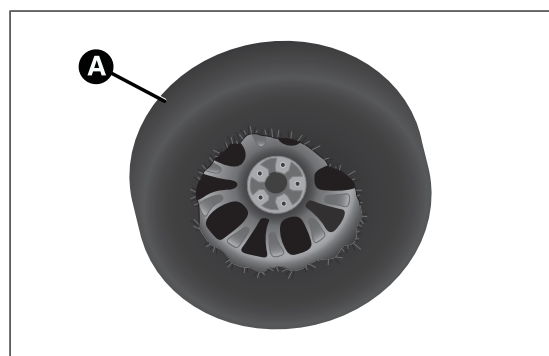

Abb. 40
- Das Pannerrad in den entsprechenden Sack A Abb. 40 einführen.